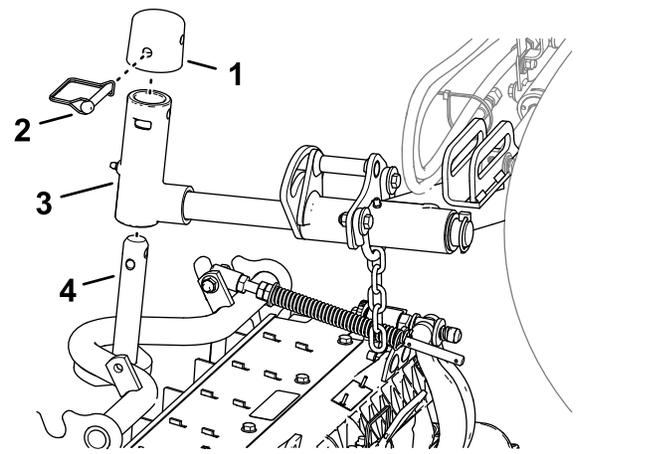

図 15
1. カuttingユニットを昇降アームの下に置く 図 15。